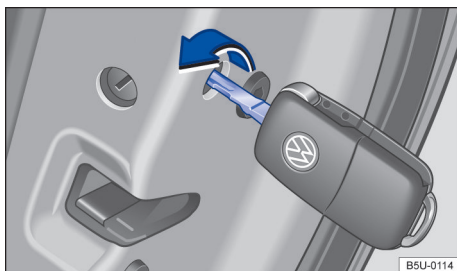

Fig. 61 Travamento de emergência do veículo com a chave do veículo.
- Inserir a haste da chave na fenda → Fig. 61 e girar no sentido horário (para dentro do veículo) até o batente.